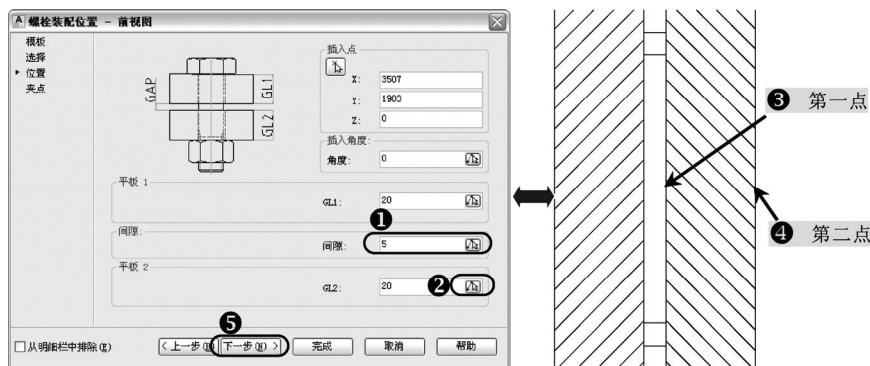

图 11-40 螺栓装配位置对话框操作
3) 当选择好相关点之后，将弹出“螺栓装配位置-前视图”对话框，在“间隙”栏输入“5”，单击“GL2”栏后面的  按钮，系统临时隐藏对话框，提示选择“第一点”，再选择“第二点”，如图 11-40 所示。